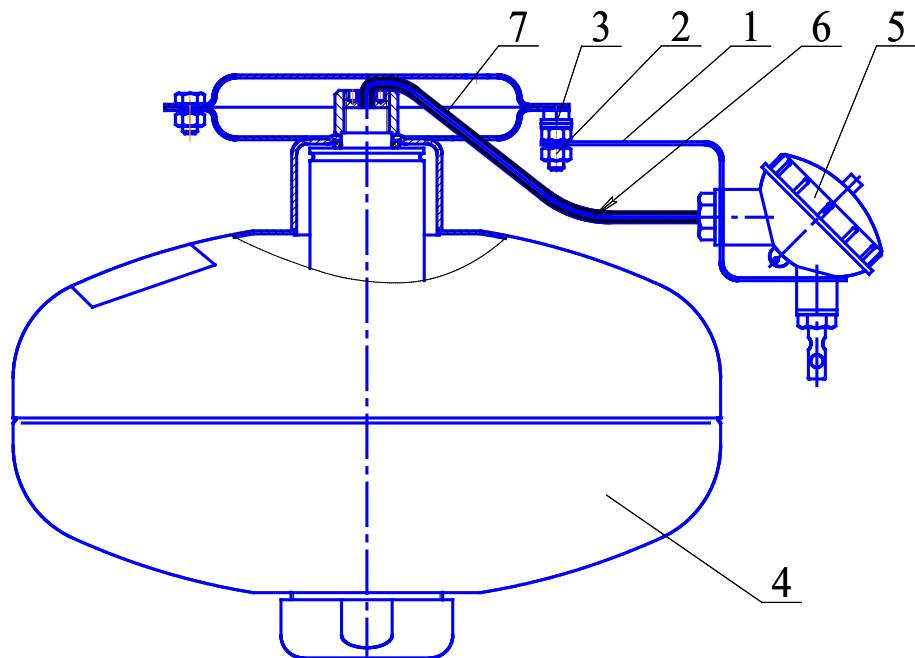
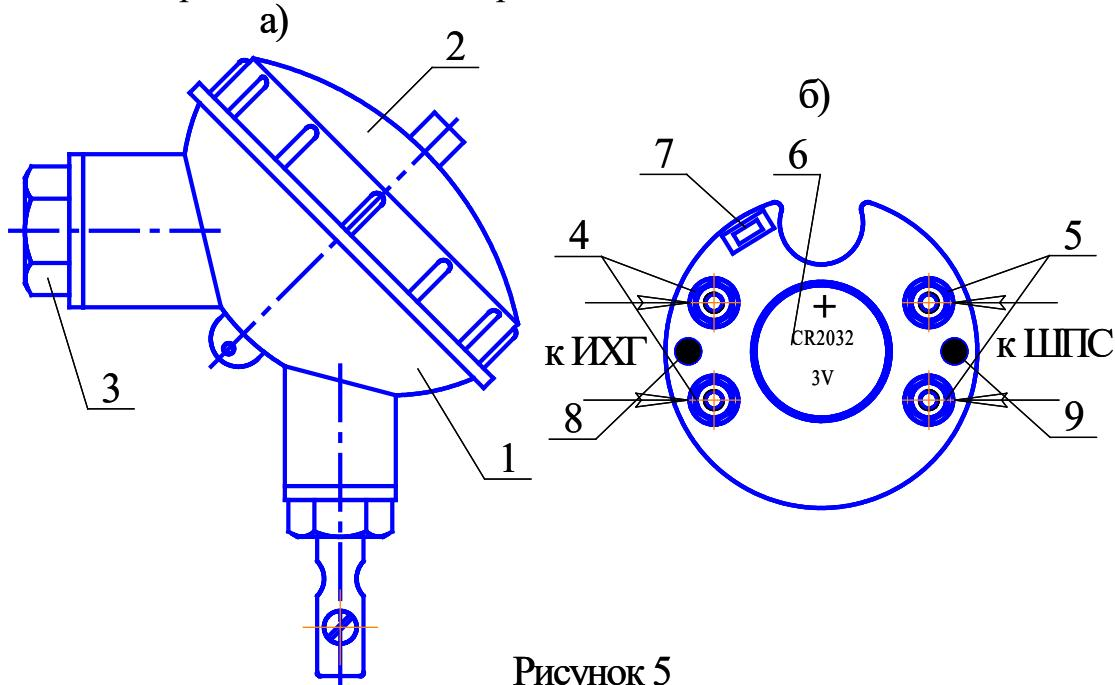

Рисунок 3
Рисунок 5
4.3.1.1 На кронштейне **1**, закрепленным гайкой **2** на заземляющем зажиме **3** МПП **4** (см. рисунок 3), установлен электронный узел запуска (устройство пусковое температурное) **5**. Вывода **6** элемента электропускового ИХГ, вставленные в трубку ПВХ **7**, через гермоввод соединены с электронным узлом запуска **5**.
6.4.2 Гайкой 2 (см. рисунок 3) закрепить на корпусе МПП кронштейн 1.
6.4.3 С корпуса 1 электронного узла запуска (см. рисунок 5) открутить крышку 2 и винт 3. Через отверстия винта 3, кронштейна 1 (см. рисунок 3) в гермоввод электронного узла запуска ввести провода элемента электропускового ИХГ и при необходимости ШПС. Винтом 3 согласно рисунку 3 закрепить на кронштейне электронный узел запуска.